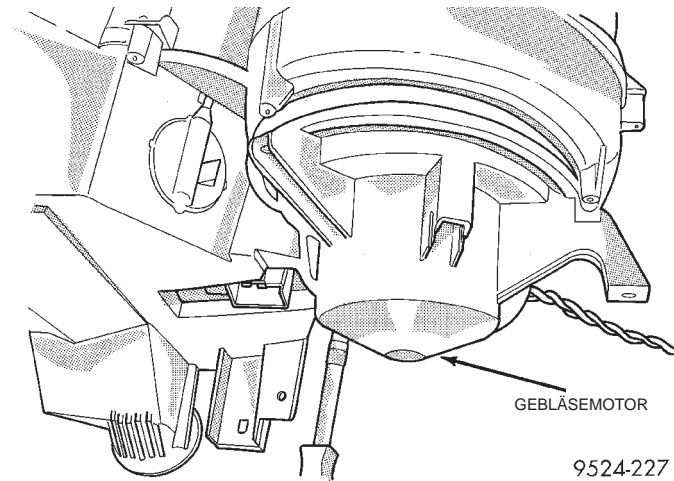

Abb. 83 Gebläsemotor
(13) Gebläsemotor abbauen (Abb. 83).